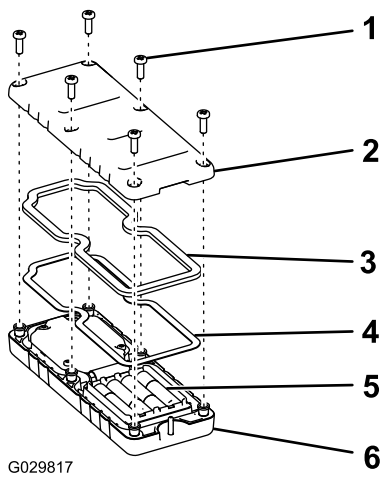

Bild 6
2. Legen Sie jede Batterie in ein Batteriefach ein und achten Sie auf die richtige Polarität (Bild 6).
- Stellen Sie sicher, dass die Stahldichtung und die Gummidichtung im Kanal in der Fernbedienung liegen und setzen Sie die Rückabdeckung auf (Bild 6).
- Befestigen Sie die Abdeckung mit sechs Schrauben (Bild 6) und ziehen sie mit 1,5-1,7 N·m an.